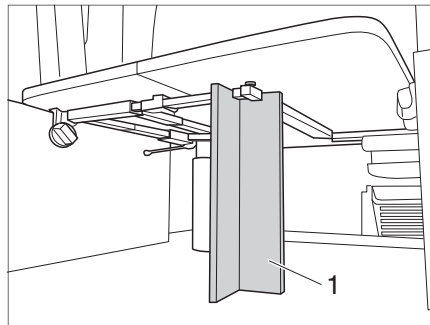

Fig. 116 Soporte de madera
- Deslizar el tablero de mesa sobre el borde de apoyo y colocar el soporte de madera (Fig. 116,1) debajo de la mesa.